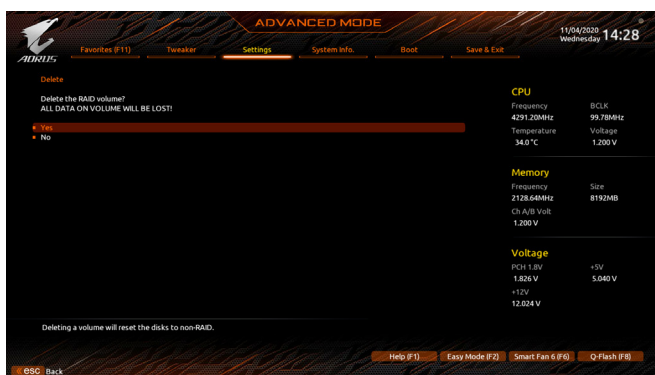

図 7
RAID アレイを削除するには、Intel(R) Rapid Storage Technology 画面において削除するボリューム上で <Enter> を押します。RAID VOLUME INFO 画面に入ったら、Delete で <Enter> を押して Delete 画面に入ります。Yes で <Enter> を押します (図 7)。